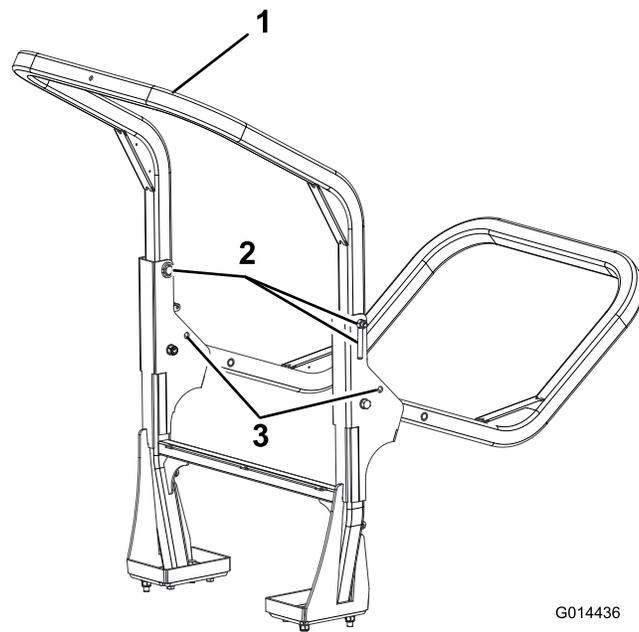

Figura 30
2. Suporte o peso da estrutura superior enquanto remove as porcas, anilhas e parafusos de retenção dos suportes articulados (Figura 30).